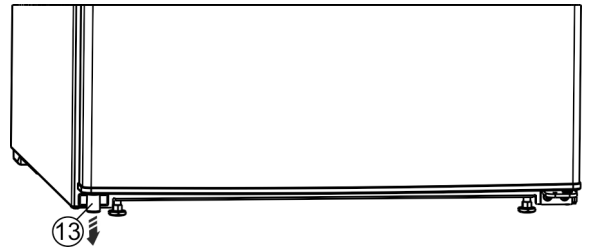

Fig. 14 *
- ▶ Spodaj levo iz vrat vzemite distančnik Fig. 14 (13)*